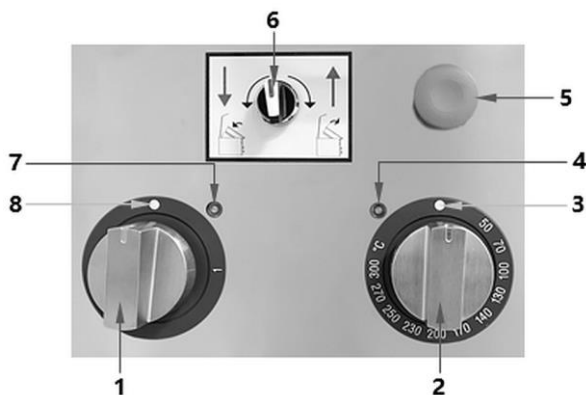

Abb. 5
1. Drehen Sie Hauptregler (1) in die Position 1 (Abb. 5).
Die Kippbratpfanne mit elektromotorischer Kippvorrichtung verfügt über einen roten Not-Aus-Knopf (5) an der Vorderseite (Abb. 5), dieser ermöglicht, den Betrieb jederzeit aufgrund einer Fehlfunktion des Geräts oder einer Notsituation zu unterbrechen.
1. Drücken Sie den Not-Aus-Knopf (5), um den Betrieb des Geräts zu blockieren. Die Heizelemente heizen nicht mehr und die Kippbewegung der Pfanne wird gestoppt.
2. Um den Betrieb der Kippbratpfanne wieder aufzunehmen, ziehen Sie an dem roten Not-Aus-Knopf (5), sodass dieser wieder in seiner Ausgangsposition ist.
Durch die elektromotorische Kippvorrichtung wird der Tiegel zum einfachen Entleeren durch Betätigen des Schalters (6, Abb. 5) gehoben bzw. gesenkt.